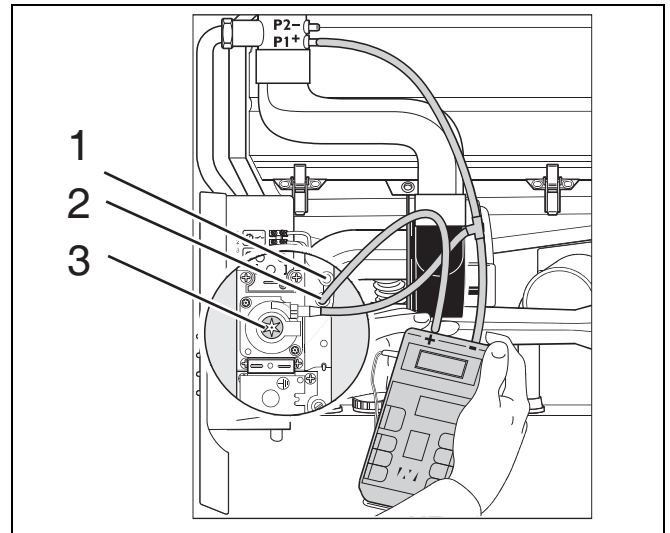
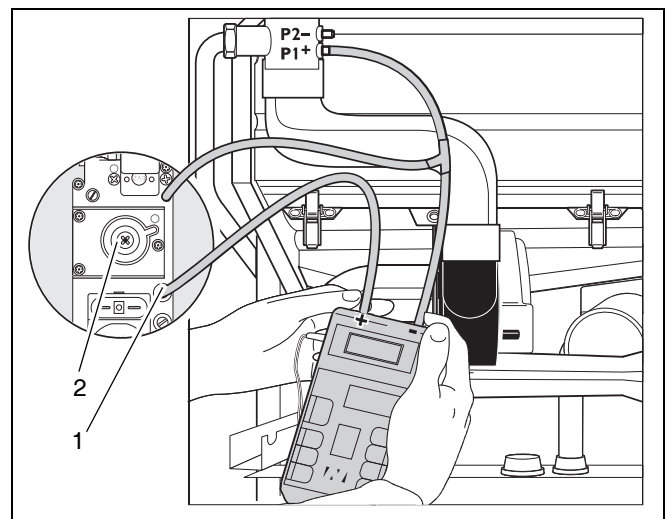

Abb. 28 Gas-Luft-Verhältnis kontrollieren und einstellen (Honeywell-Armatur)
Abb. 29 Gas-Luft-Verhältnis kontrollieren und einstellen (SIT-Armatur)
- Unteren Schlauch an der Gas/Luftdüse abziehen und Schlauch mit T-Stück dazwischenschalten (Abb. 28 oder Abb. 29).
- Schraube im Messnippel für Brennerdruck bei Honeywell-Armatur (Abb. 28, Pos.2) zwei Umdrehungen lösen, bei SIT-Armatur (Abb. 29, Pos. 1) ganz herausdrehen.
- Schraube im Messnippel für Brennerdruck (Abb. 28, Pos. 1) zwei Umdrehungen lösen, bei SIT-Armatur (Abb. 29, Pos. 1) ganz herausdrehen.
- Plusanschluss des Druckmessgerätes mit einem Schlauch mit dem Messnippel für Brennerdruck verbinden (Abb. 28, Pos. 2 oder Abb. 29, Pos. 1).
- Bei Abweichung das Gas-Luft-Verhältnis an der Einstellschraube (Abb. 28, Pos. 3 oder Abb. 29, Pos. 2) nachregeln.
Ist der Messwert zu hoch oder zu niedrig, bei Teillast das Gas-Luft-Verhältnis an der Stellschraube der Gasbrennerarmatur (Abb. 28, Pos. 3 oder Abb. 29, Pos. 2) einstellen.